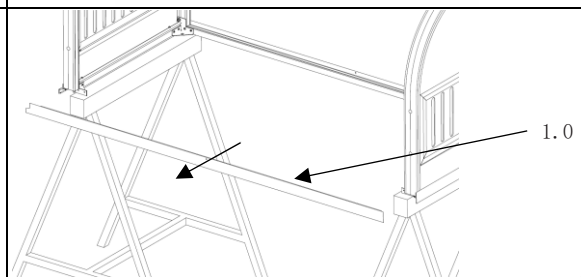

Abb. 24
- Bodenprofil (**Pos. 1.0**) entfernen und lagern. (Abb. 24)